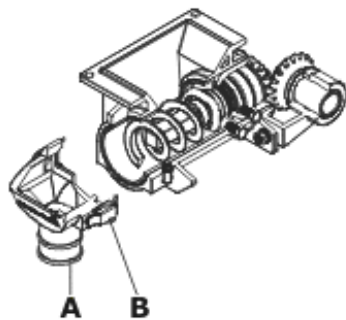

Figura 48
- Desmonte o boca “A”, através do engate rápido “B” (Figura 48).